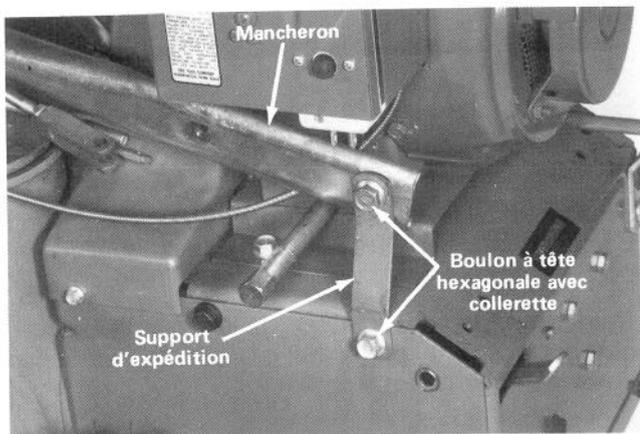

Figure 1
3. Enlevez les boulons à tête hexagonale avec collerette qui fixent les mancherons aux supports d'expédition (Fig. 1). Enlevez aussi les boulons à tête hexagonale avec collerette, retenant les supports d'expédition aux plaques latérales du boîtier de traction (Fig. 1). N'utilisez pas les supports d'expédition.